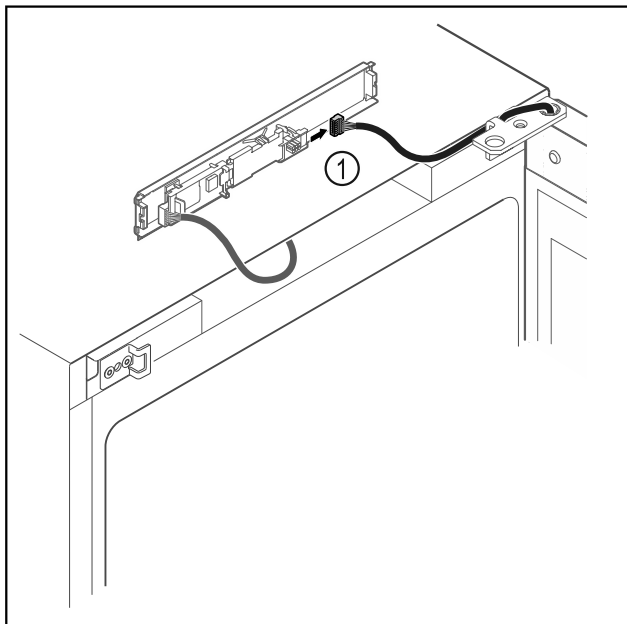

Fig. 16
- ▶ Αποσυνδέστε το φιν Fig. 16 (1) από την πλακέτα.